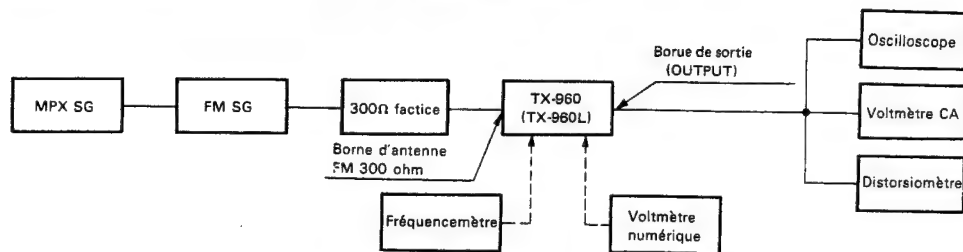

Fig. 11-1 Diagramme de raccordement de réglage MF
- Conecte como es indicado en la Fig. 11-1.